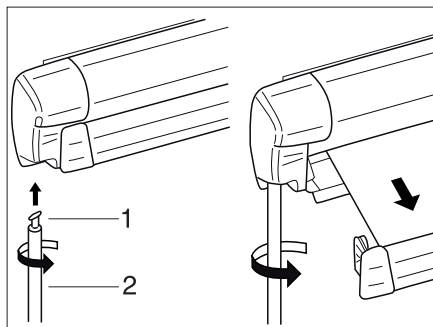

Fig. 40 Tenda
- Agganciare il gancio (Fig. 40,1) della manovella (Fig. 40,2) nell'occhiello dell'ingranaggio e ruotare di 90°.